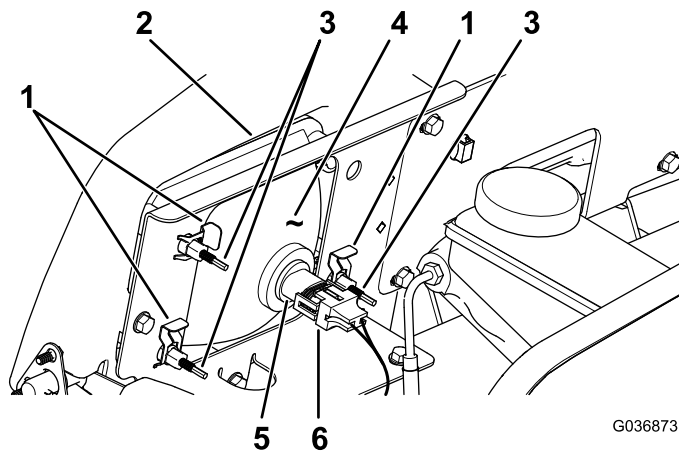

Рисунок 55
3. Отсоедините электрический соединитель жгута проводов от соединителя лампы в сборе (Рисунок 55).
4. Снимите скобы под саморез, которые крепят фару к кронштейну фары (Рисунок 55).
5. Снимите фару в сборе, подавая ее вперед сквозь отверстие в переднем бампере (Рисунок 55).
6. Вставьте новую лампу через отверстие в бампере (Рисунок 55).
8. Подсоедините электрический соединитель жгута к соединителю лампы в сборе (Рисунок 55).